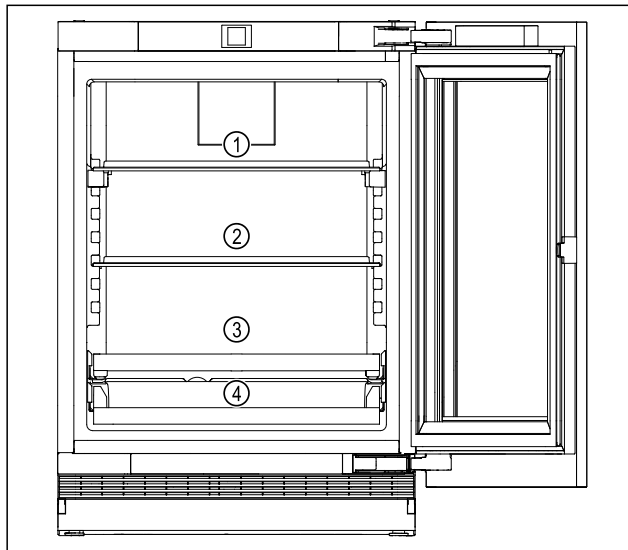

Fig. 4 Beispielhafte Darstellung
- ▶ Oberer Bereich Fig. 4 (1): Dosen, kleinere Flaschen lagern.
- ▶ Mittlerer Bereich Fig. 4 (2): Dosen, kleinere Flaschen lagern.
- ▶ Unterer Bereich Fig. 4 (3): Dosen, kleinere Flaschen lagern.
- ▶ Getränkeablage (4): Dosen, kleinere Flaschen lagern.